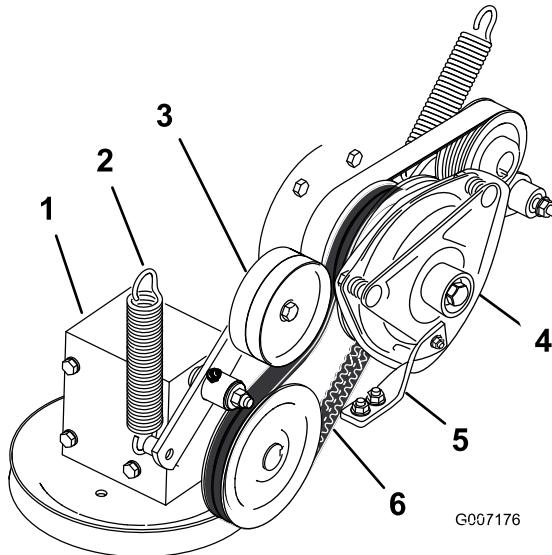

Figura 70
7. Instale la correa de transmisión de la TDF alrededor de la polea del embrague y la polea de la caja de engranajes (Figura 70).
9. Instale el muelle en el brazo tensor (Figura 70).
4. Retire el muelle del brazo de la polea tensora (Figura 70).